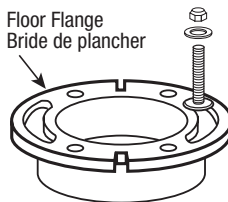

FIG. 2
3. Place metal washer and nut on bolt. Tighten nuts carefully (Fig. 2).
3. Placez la rondelle en métal et l'écrou sur le boulon. Serrez soigneusement les écrous (fig.2).